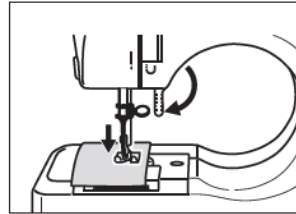

Fig.8
3. Spustite pritiskalno nogo (Fig. 8).